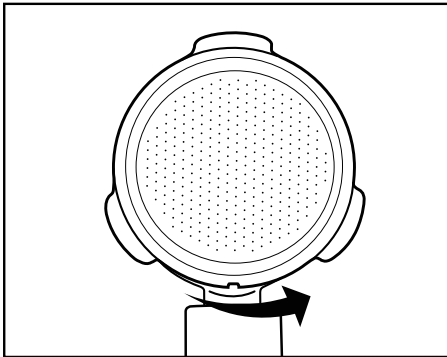

Figura 3
- A continuación, gire ligeramente el filtro de expreso grande **19** o el pequeño **20** de forma que no pueda caerse (Figura 3).